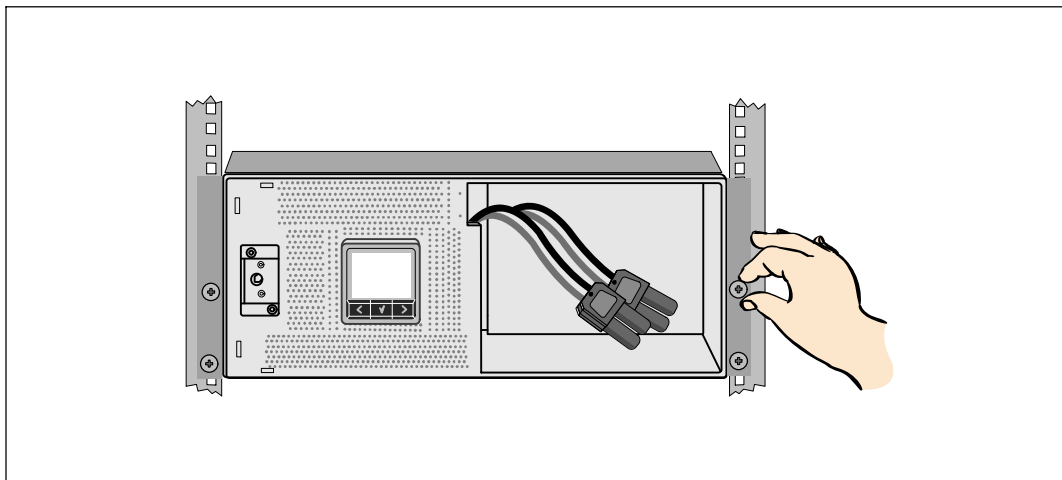

Abbildung 14. Befestigung des Gehäuses
- 7 Sichern Sie die Vorderseite des Gehäuses mithilfe von vier Rändelschrauben an den Montageklammern (siehe Abbildung 14) an dem Gestell. Ziehen Sie die Schrauben von Hand fest. Verwenden Sie keine Elektrowerkzeuge. Wiederholen Sie den Vorgang für weitere Gehäuse.